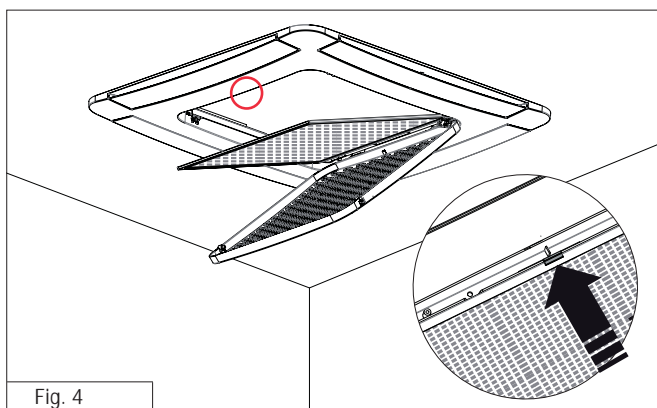

Fig. 4
4. Lossa luftfiltret genom att trycka upp filken (Fig. 4).